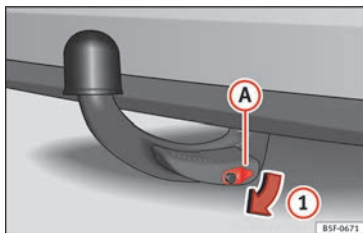

Fig. 230 Retirer le cache de la serrure
- Retirez le cache (A) de la serrure dans le sens de la flèche (1) » fig. 230.